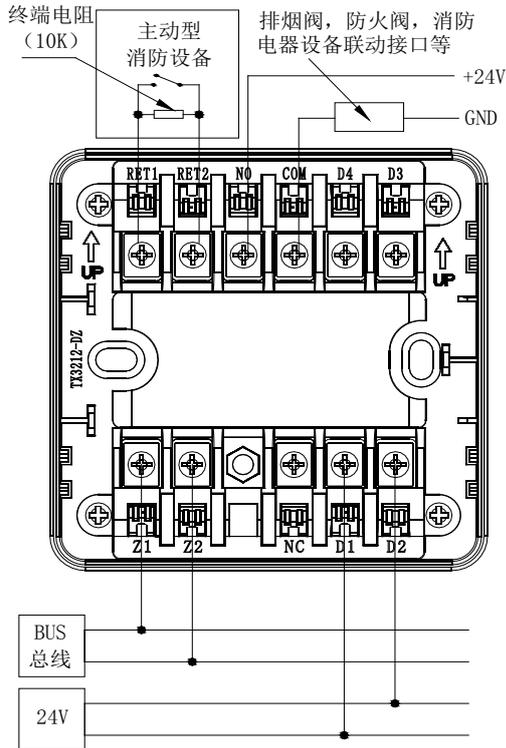

图 5
- ◆ 无源输出接四线制低压小功率消防设备，其接线方式如图 5 所示；